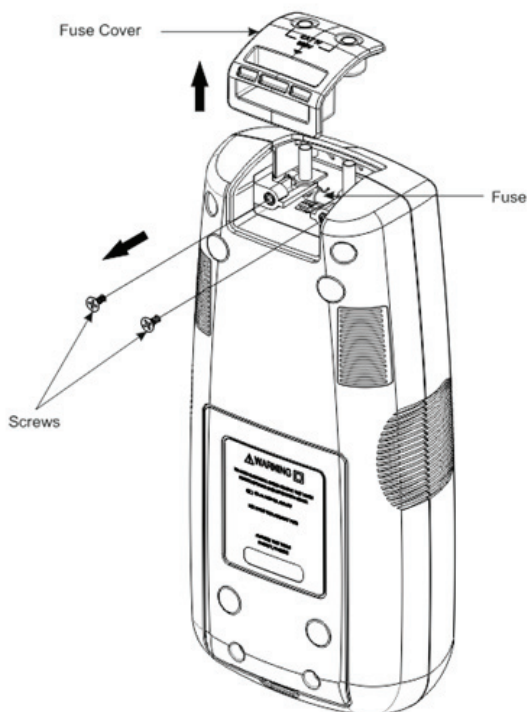

Figura 5.4: Reemplazo del fusible del transmisor
4. Extraiga la tapa del fusible tirando hacia arriba como se muestra en la Figura 5.4.